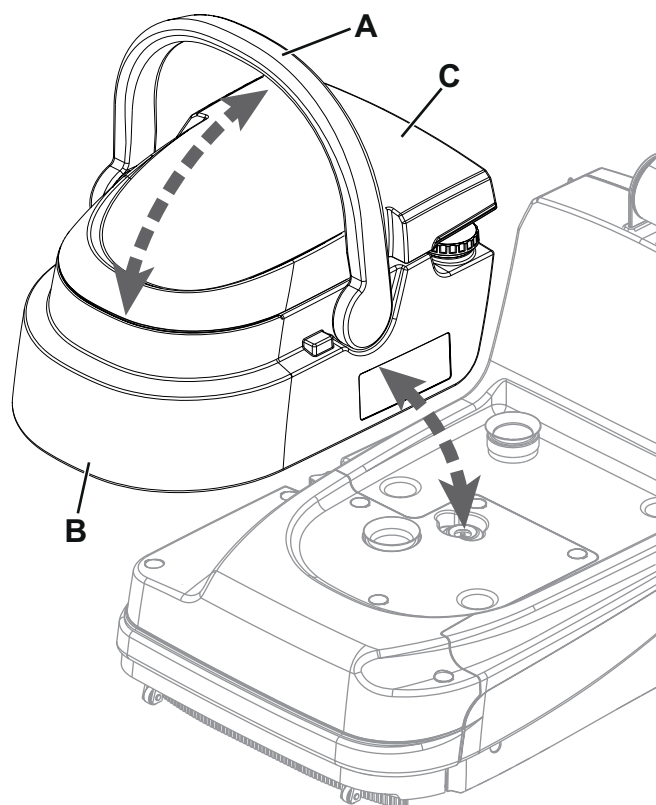

Figura 6
3. Rotiți și utilizați maneta (A, figura 6) pentru a ridica recipientul rezervorului (B) de pe utilaj.
4. Scoateți capacul (C) și goliți rezervorul de recuperare; la finalul lucrărilor clătiți rezervorul cu apă curată.